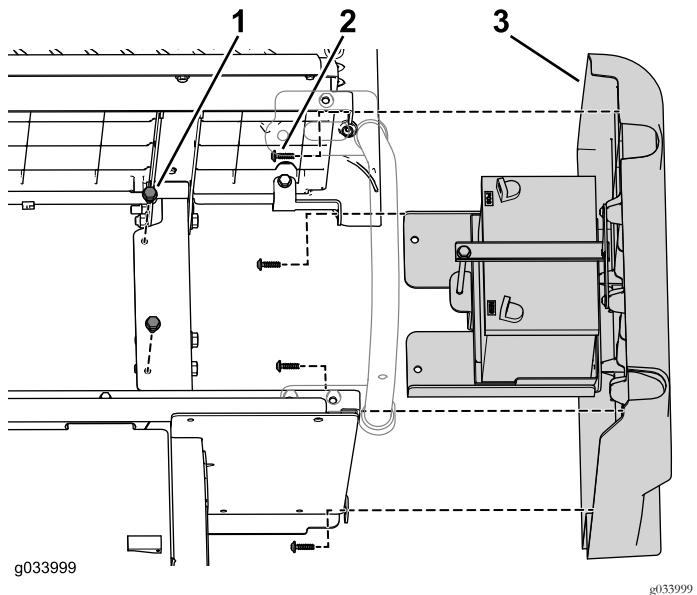

图11
- 卸下将电池托盘固定到机架上的 2 个凸缘头螺栓 5/16 x 3/4 英寸并使用 T30 套筒扳手卸下固定右侧板的 4 个梅花头螺丝 M6.0 x 22mm 然后取下右侧板 图11。
注意 如图11 所示电池与右侧板一块脱离。